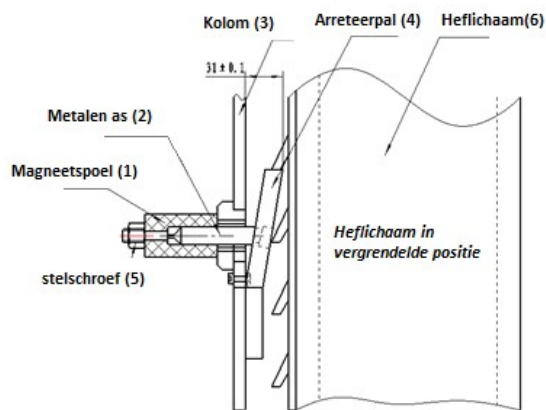

Abb.21
Jede Säule ist ausgestattet mit zwei magnetischen Arretierungen/Sperr-Mechanismen. Magnetspule (1), Metall Achse (2), Säule(3), Sperrkörper (4), StellMutter(5) und Hubkörper(6). (Verzeichnet in Abb. 21).